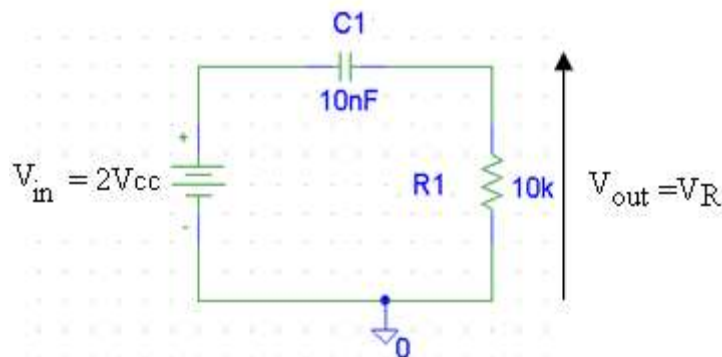

Figure. 2.
I.1. Réaliser le montage de la figure. 2.